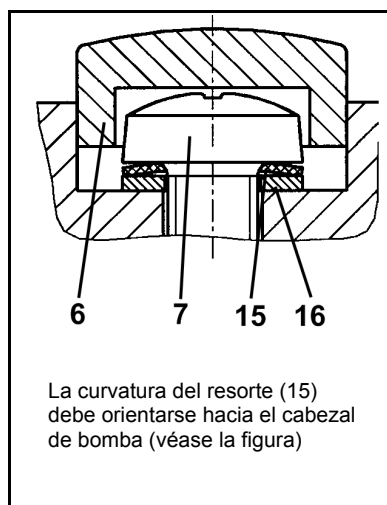

Fig. 14: Orientación del resorte
- i** Para la disposición de resorte (15) y arandela (16), así como para la orientación del resorte, véase la Fig. 14.
10. Montar las cubiertas de tornillo (6).